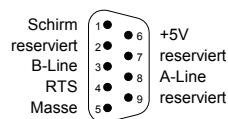

Abb. 287 – Pro-PROFI-DP-SL: Pinbelegung
**Abb. 287** zeigt die Pinbelegung der 9-poligen D-Sub-Buchse zum Anschluss an den Profibus. Die Pinbelegung entspricht der DIN E 19245, Teil 3.